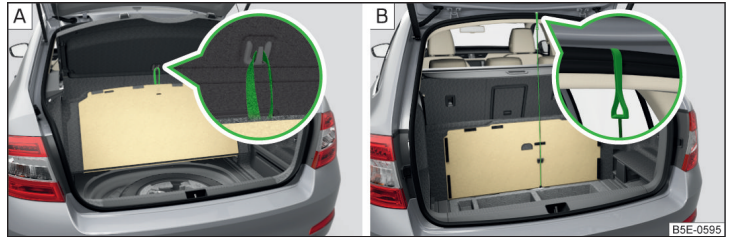

Abb. 133 Bodenbelag befestigen: Variante 1 / Variante 2
**Befestigungsvarianten des Bodenbelags** » Abb. 133